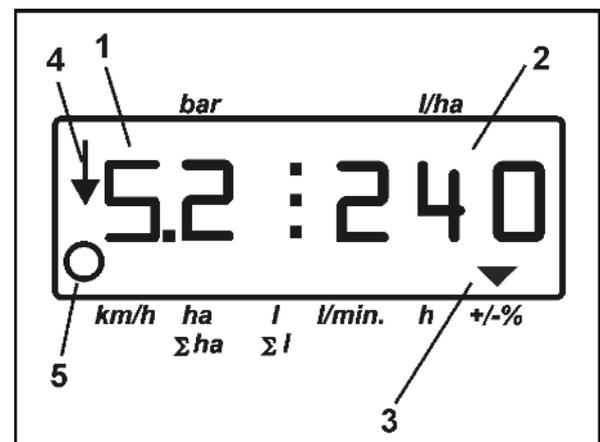

Fig. 13
- Während des Spritzens wird das Arbeitsdisplay angezeigt. Fig. 13/...
- Spritzdruck (1)
- Momentane Aufwandmenge (2)
- Maschine in Arbeitstellung (4)
- Maschine legt Wegstrecke zurück (5)